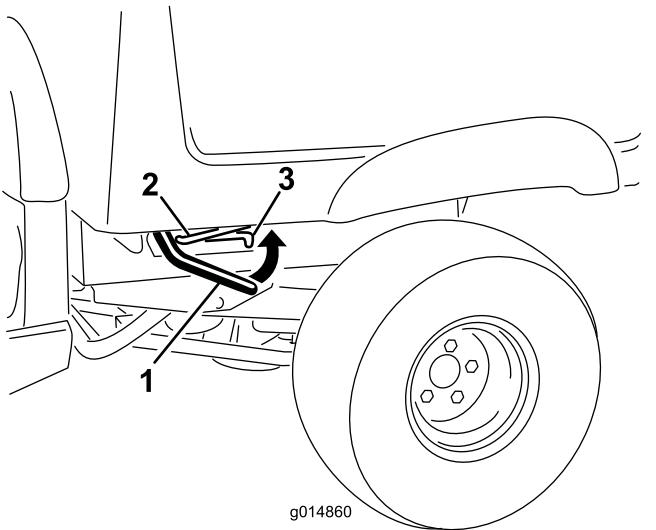

図 12
1. 荷台の右側または左側でレバーを引き上げ、荷台を持ち上げる図 12
1. ラッチバーを引き上げて荷台をかるく持ち上げる図 12)。